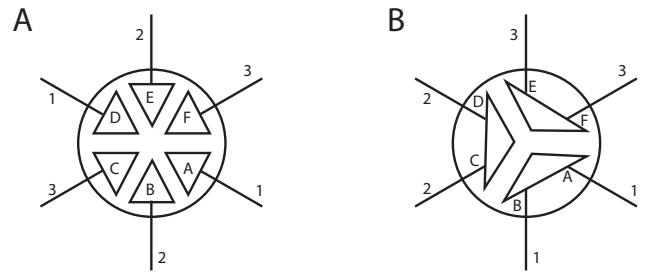

Рис. 8.e
- электромагнитный клапан заправки (Рис. 8.a часть 3 и Рис. 8.c часть 2). Отсоедините кабели и трубопроводы, затем снимите электромагнитный клапан и проверьте состояние фильтра на впуске; при необходимости промойте фильтр водой и удалите грязь мягкой щеткой;
- коллектор со сливным насосом (Рис. 8.a часть 5). Проверьте, что внутри нет твердых частиц. При необходимости удалите все твердые взвеси. Проверьте состояние уплотнительного кольца. Если кольцо изношено или повреждено, замените его. Проверьте наличие твердых частиц в сливном шланге;
- сливной насос (Рис. 8.c часть 4). Выключите питание, открутите винты крепления и удалите всю грязь (Рис. 8.a часть 6). Удалите все отложения на стенках бачка и проверьте, что вода свободно течет из бака на слив (соответственно, в сливной насос);
- бачок (Рис. 8.a часть 1). Проверьте наличие твердых частиц и грязи. Проверьте состояние поверхности датчиков измерения электропроводности. При необходимости удалите все твердые частицы и ополосните водой;
- комплект внутренних трубок (Рис. 8.a часть 2 и Рис. 8.c часть 3). Проверьте состояние трубок и шлангов на предмет наличия твердых частиц и грязи. При необходимости удалите грязь и ополосните водой.